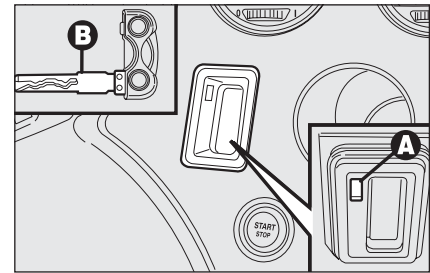

fig. 1
- inserire l'inserto metallico **B-fig. 1** della chiave elettronica nella fessura **A**;
AVVERTENZA Non introdurre nella fessura **A-fig. 1** oggetti diversi dall'inserto metallico **B** della chiave elettronica.